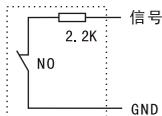
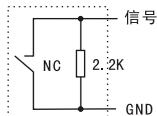

图 1
图 2
④. 分机在呼通管理中心状态下，可进行托管申请并留下简短语言说明。此后，当有访客呼叫住户时，系统将自动将呼叫请求切换至管理中心，由管理中心将住户留言转告知来访者。直至住户再次呼叫管理中心取消托管。
⑤. 分机在呼叫或对讲状态下按“☎”键可终止相应工作状态。
①. 当有新的短信或图片时，布防指示红灯长亮，可按一次“🔒”键并从显示屏上读取信息内容，且听到“嘀”一声。阅读时间约为10秒，阅读次数为一次。若是在按“🔒”键时听到忙音，表示线路忙，可稍后再查阅。
②. 在系统含有图片存储的情况下，住户可拥有16张（图片、私人短信）的存储和共享16张公共短信。在没有新的短信和图片的情况下，住户长按住“”键3秒钟以上可查看以前的短信和图片。住户查阅图片和短信顺序为（连续按“”键）：未阅公共短信→未阅私人图片和短信→已阅图片和短信。
①. 在待机无新短信的状态下，按一次“”键，分机显示屏打开，显示楼栋主机处的景象；按第二次“”键可关闭监视功能。
②. 显示屏也可在被打开的30秒后自动关闭。
①、分机报警探头连接：
a. 在分机的背后有八组报警方式选择插针座，从左至右依次是：烟感、瓦斯、红外、门磁及四组自定义防区。这些插针座在安装时应根据连接情况作出适当的选择：不连接报警探头的插针应插上短路块，否则会一直报警；连接报警探头的插针应拔出短路块，否则不能正常处理警情。在报警探头中有些是开路报警NO式（无报警时控制触点常闭，报警时控制触点断开），有些是短路报警NC式（无报警时控制触点常开，报警时控制触点接通），当探头报警方式为NO式时，应在探头触点间串接—2.2K电阻(如图1)；当探头报警方式为NC时，应在探头触点间并接—2.2K电阻（如图2）。连接电阻时应将电阻连在靠近探头触点端，这样可使分机探头在遭到强行拆卸时能正常发出警报声。每组探头端口可接多个相同的探头监测多个地点，方法是：NO式探头报警触点串联连接（如图3）；NC式探头报警触点并联连接（如图4）。